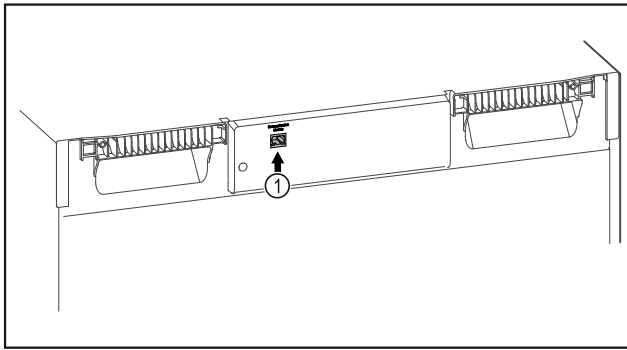

Fig. 86
- ☐ SmartModule Fig. 86 (1) встановлено.